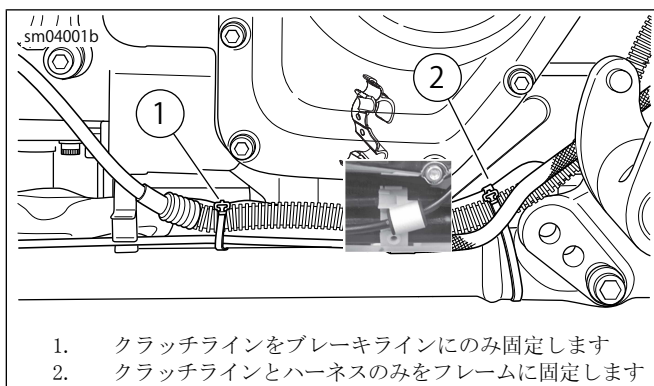

図2。クラッチフルードラインケーブルストラップの位置
10. 「図2」を参照。ケーブルストラップの位置を記録します。クラッチフルードラインをリアブレーキラインに固定しているケーブルストラップを取り外します。フレームチューブからケーブルストラップを取り外します。
6. 「図2」を参照。新品のケーブルストラップを使用して、クラッチフルードラインを固定します。破損の原因となるような形でエキゾーストシステムにもその他の部品にも接触していないことを確認します。